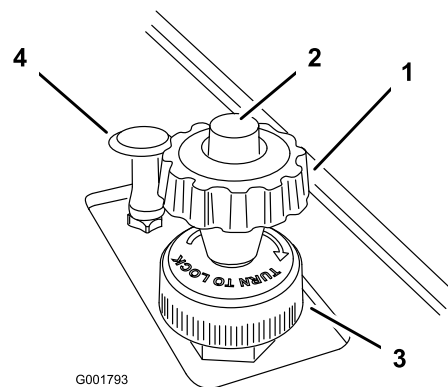

Figura 23
2. Premete il pulsante sulla manopola del limitatore di velocità ed alzate la manopola finché non sentite che il limitatore tocca il pedale dell'acceleratore, e rilasciate il pulsante (Figura 23).
4. Una volta impostato il limitatore di velocità potete bloccarlo in tale posizione girando in senso orario l'anello di bloccaggio alla base del limitatore, finché non si ferma (Figura 23). Per rilasciare il blocco, girate l'anello di bloccaggio in senso antiorario, finché non si sarà allentato.